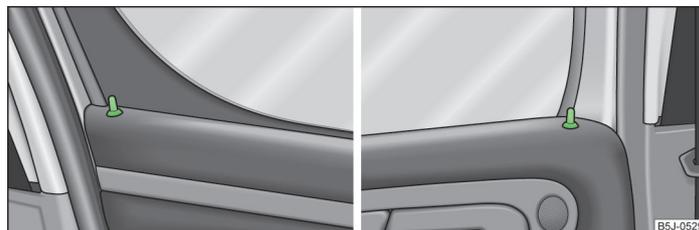

Fig. 12 Pulsador de cierre de seguridad en la puerta delantera / en la puerta trasera
Al desbloquear o bloquear la puerta, el pulsador de cierre de seguridad correspondiente » fig. 12 sube o baja, respectivamente.
- Presionar el pulsador de cierre de seguridad » fig. 12.